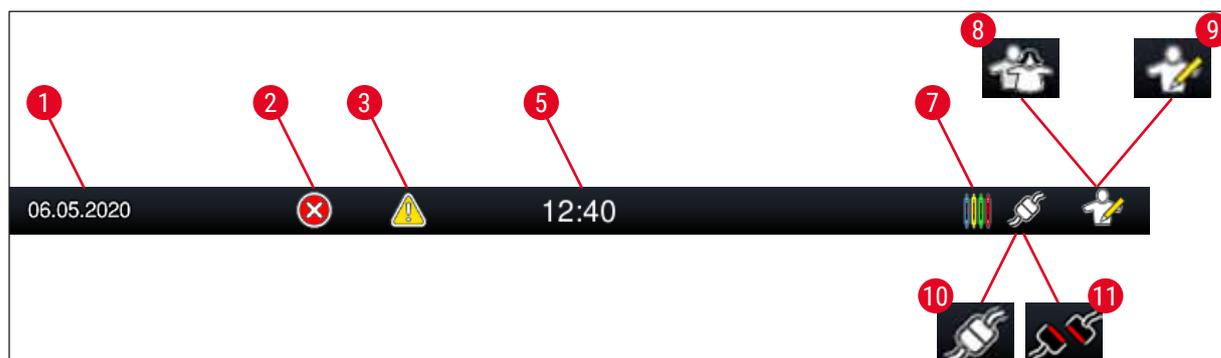

Рис. 16
4. Текущий статус пользователя отображается соответствующим символом в строке состояния (→ "Рис. 16") справа сверху.